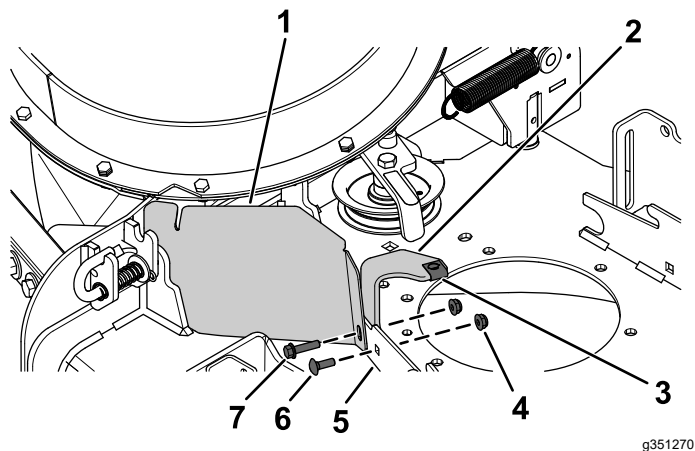

Figure 7
1. Alignez les trous de la protection de poulie CE sur le trou du support de déflecteur avant et sur le trou extérieur à l'avant de la bride de plateau (Figure 7).
2. Alignez le support du protège-courroie CE sur les trous situés à l'arrière de la bride avant du plateau (Figure 7)
3. Fixez la protection de poulie CE et le support du protège-courroie (s'il n'est pas déjà en place) sur la bride avant du plateau au niveau du trou extérieur à l'aide du boulon de carrosserie ( $\frac{1}{4}$ " x 1") et d'un écrou à embase ( $\frac{1}{4}$ " ), comme montré à la Figure 7.
4. Fixez le support du protège-courroie à la bride avant du plateau au niveau du trou intérieur à l'aide d'un boulon de carrosserie ( $\frac{1}{4}$ " x  $\frac{3}{4}$ " ) et d'un contre-écrou ( $\frac{1}{4}$ " ), comme montré à la Figure 7.
5. Alignez l'écrou à clip sur le trou au sommet du support du protège-courroie CE, et poussez-le sur le support (Figure 7).